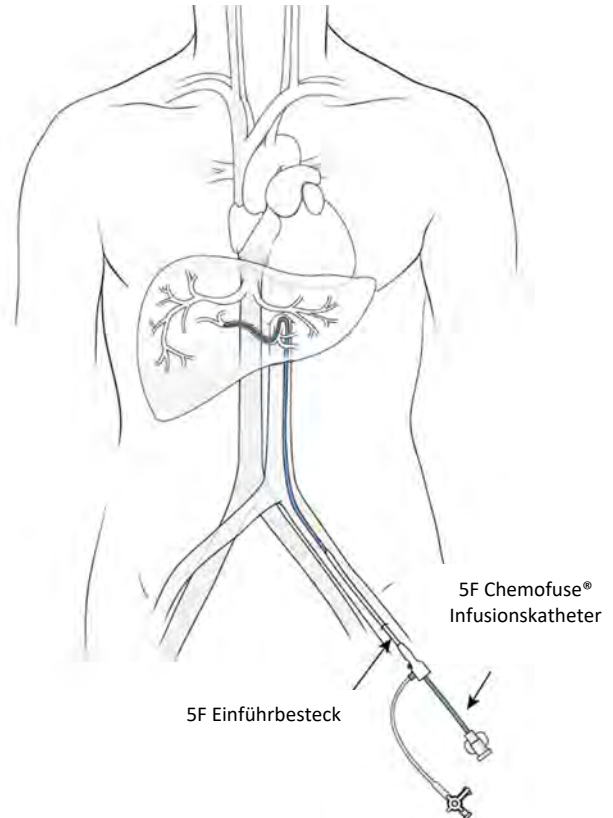

Abbildung 25
- (a) Führen Sie den 5F Chemofuse® Katheter durch die Schleuse ein und bringen Sie ihn mithilfe eines Führungsdrahts in die A. hepatica propria ein, siehe Abbildung 25. Im Ermessen des interventionellen Radiologen kann für eine selektive Platzierung der Katheterspitze für die Medikamenteninfusion durch den 5F Katheter ggf. ein koaxialer Mikrokatheter eingeführt werden. Bei Verwendung eines Mikrokatheters bringen Sie ein rotierendes hämostatisches Ventil (Tuohy-Borst Typ) am 5F Katheter an, und führen Sie den Mikrokatheter durch dieses Ventil in den 5F Katheter ein. Von Delcath werden drei Mikrokatheter als geeignet für die Verwendung mit dem CHEMOSAT® hepatischen Applikationssystem empfohlen. Einen der drei empfohlenen Mikrokatheter auswählen (siehe Beschreibung der Systemkomponenten, Seite 6).